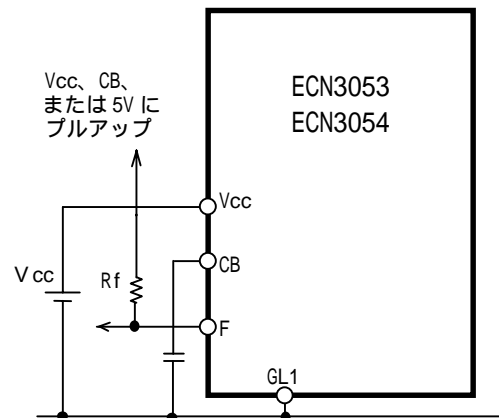

図8 . F a u l t 出力端子プルアップ抵抗接続図
(4) F端子
- ・ F a u l t出力端子です。N - MOSのオープンドレインとなっており、外部抵抗R fを経由して、V c c、C Bまたは5 Vにプルアップして下さい(図8参照)。R fは、5 . 6 k ± 2 0 %として下さい。出力スイッチング等の影響によりF a u l t出力信号にノイズが重畳される場合は、数百p Fを目安にF - G L 1間にコンデンサを挿入して下さい。